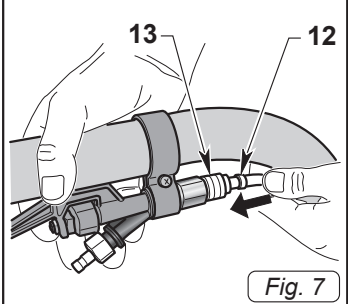

Fig. 7
- Collegare il tubo (12 Fig. 7) proveniente dall'ugello al raccordo rapido (13 Fig. 7) della leva di erogazione; per sganciarlo spingere il raccordo rapido (13 Fig. 7) verso la leva.